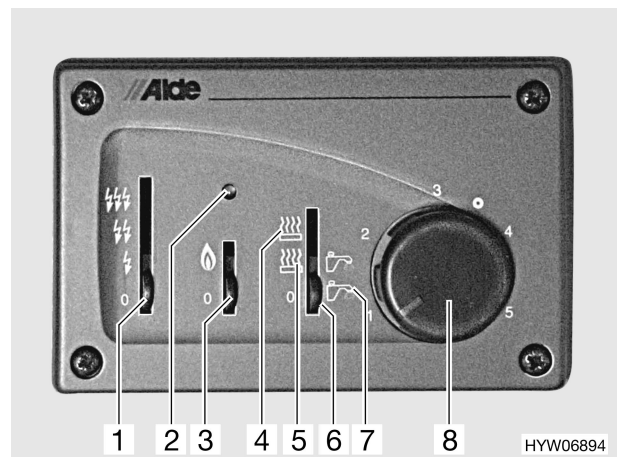

Bild 103 Bedieneinheit für Warmwasser-Heizung
- Warmwasser (Bild 103,7)
- Heizung und Warmwasser (Bild 103,5)
- Heizung (Bild 103,4)
- Betriebsart mit dem Schiebeschalter (Bild 103,6) einstellen.
- Gasbetrieb (Bild 103,3)
- 230-V-Elektrobetrieb (Bild 103,1)
- Schiebeschalter (Bild 103,3) auf Gasbetrieb stellen.
- Temperatordrehknopf (Bild 103,8) auf gewünschte Heizstufe stellen.
- Schiebeschalter (Bild 103,6) auf "Heizung" (Bild 103,4) oder auf "Heizung und Warmwasser" (Bild 103,5) stellen.
Bei einer Störung leuchtet die rote Kontroll-Leuchte (Bild 103,2).
- Schiebeschalter (Bild 103,3 und 6) auf "0" stellen.
- Schiebeschalter (Bild 103,1) auf gewünschte Leistungsstufe stellen.
- Schiebeschalter (Bild 103,1 und 6) auf "0" stellen.
- Schiebeschalter (Bild 103,1, 3 und 6) auf "0" stellen.